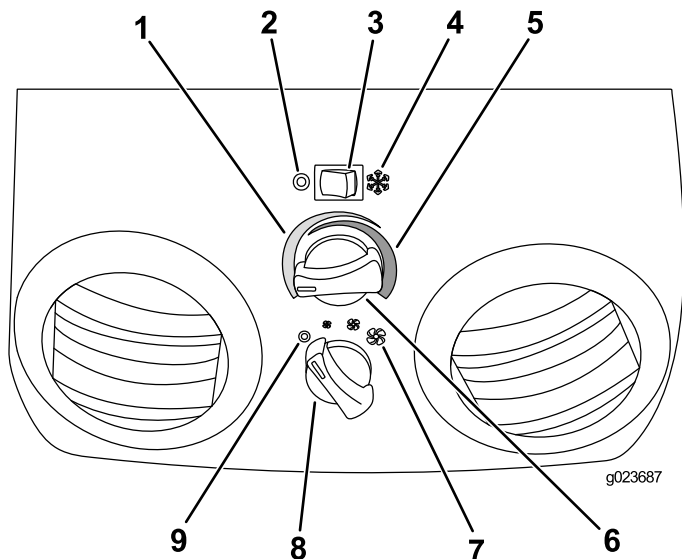

Рисунок 96
1. Поверните переключатель кондиционирования воздуха вправо, чтобы включить систему кондиционирования (положение «Вкл.») (Рисунок 96).
3. Поверните регулятор температуры влево, пока не достигнете желаемой температуры (Рисунок 96).
4. Поверните регулятор скорости вентилятора в положение низкой, средней или высокой скорости (Рисунок 96).
1. Поверните переключатель кондиционирования воздуха влево, чтобы выключить систему кондиционирования (положение «Выкл.») (Рисунок 96).
3. Поверните регулятор температуры вправо, пока не достигнете желаемой температуры (Рисунок 96).